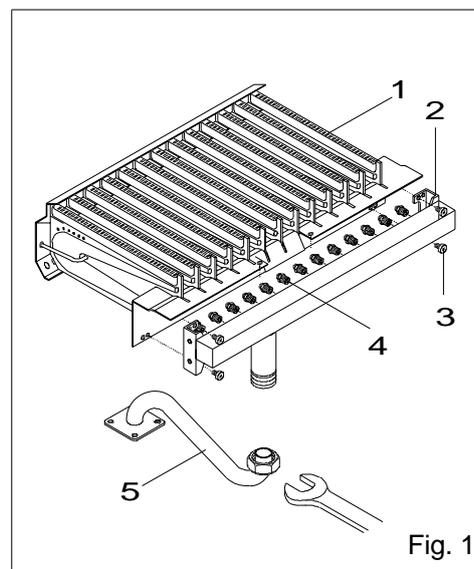

Fig. 1
- Dévisser le raccord de la tubulure gaz 5 (fig. 1) au collecteur du brûleur en utilisant une clé à 6 pans de 24;
- Séparer le collecteur groupe (2) de rampes 1 du brûleur en dévissant les 4 vis (3) à l'aide un tournevis cruciforme;
- à l'aide d'une clé à pipe de 7, remplacer les injecteurs (4) sur le collecteur selon le type de gaz d'alimentation de la chaudière. Les nouveaux injecteurs devront être remontés en utilisant de nouveaux joints;